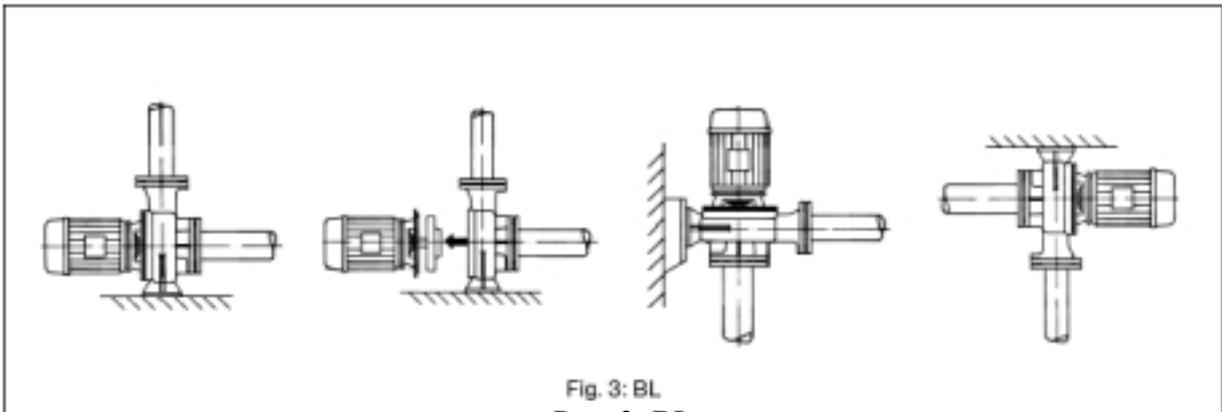

Рис. 3: BL
- **VL:** Насос со спиральным корпусом с размером фланцев согласно DIN EN 733 (рис. 3). Насос с привинченной вертикальной цокольной плитой и двигателем мощностью до 4 кВт. При мощности двигателя выше 5,5 кВт двигатели имеют приваренные или привинченные опорные стопы.